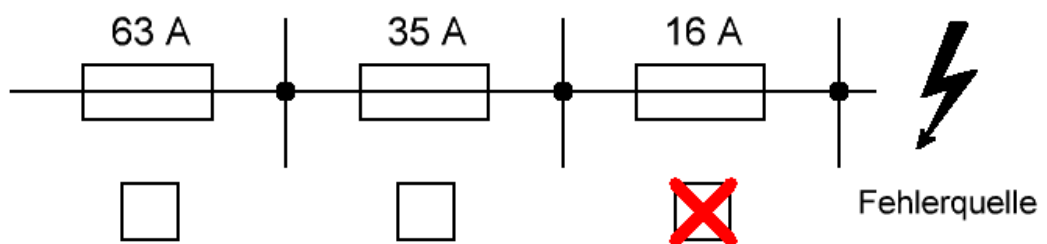

Abb. 12: Darstellung der Selektivität
Betrachte als Hilfestellung auch Abb. 12 mit der Fehlerquelle auf der rechten Seite.
- f.) Mache ein Kreuz bei der einzigen Sicherung in Abb. 12, die auslösen darf, wenn Selektivität gewährleistet sein soll.